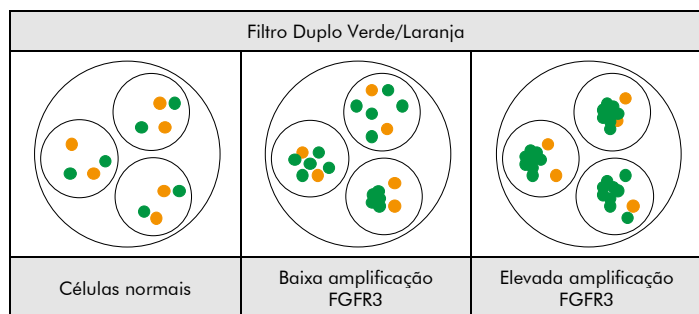

Fig. 2: Resultados esperados em núcleos normais e anormais
**Situação normal:** Em interfases de células normais ou em células sem amplificação envolvendo a região do gene FGFR3, são visíveis dois sinais verdes e dois sinais laranja (ver Fig. 2).
**Situação anormal:** Em células com amplificação do FGFR3 é visível um aumento dos sinais específicos verdes ou aglomerados de sinais verdes (ver Fig. 2).